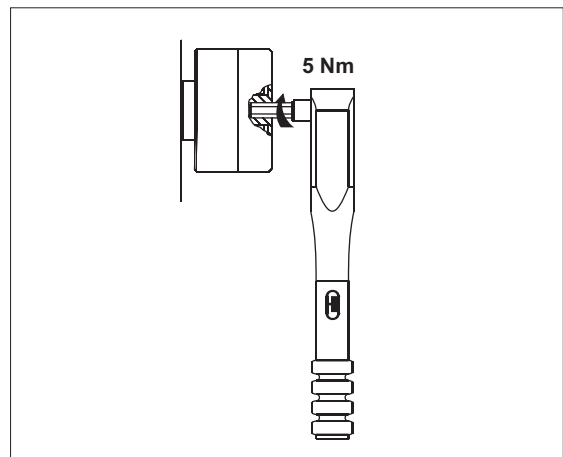

图12：用扭力扳手旋紧外罩
3. 外罩在外壳底部用手轻轻拧紧（不要让罗纹产生毛边）。用等于 5 Nm（图 12）的紧固扭矩拧紧外罩